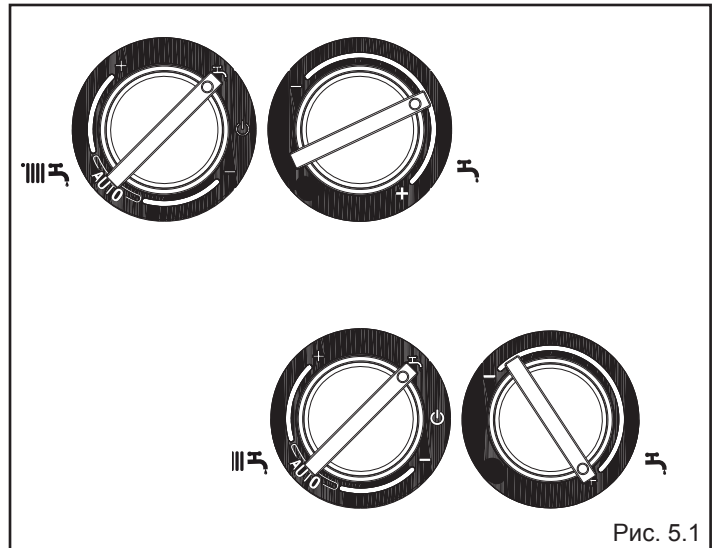

Рис. 5.1
- установите переключатель режимов работы режим «лето» «☀» (рис. 5.1)
- установите регулятор температуры в контуре ГВС (рис. 5.1) на максимальное значение.
– Откройте кран подпитки (находится вне котла) и держите его открытым до тех пор, пока давление не поднимется до уровня от 1 до 1,5 бар (рис. 5.1а).